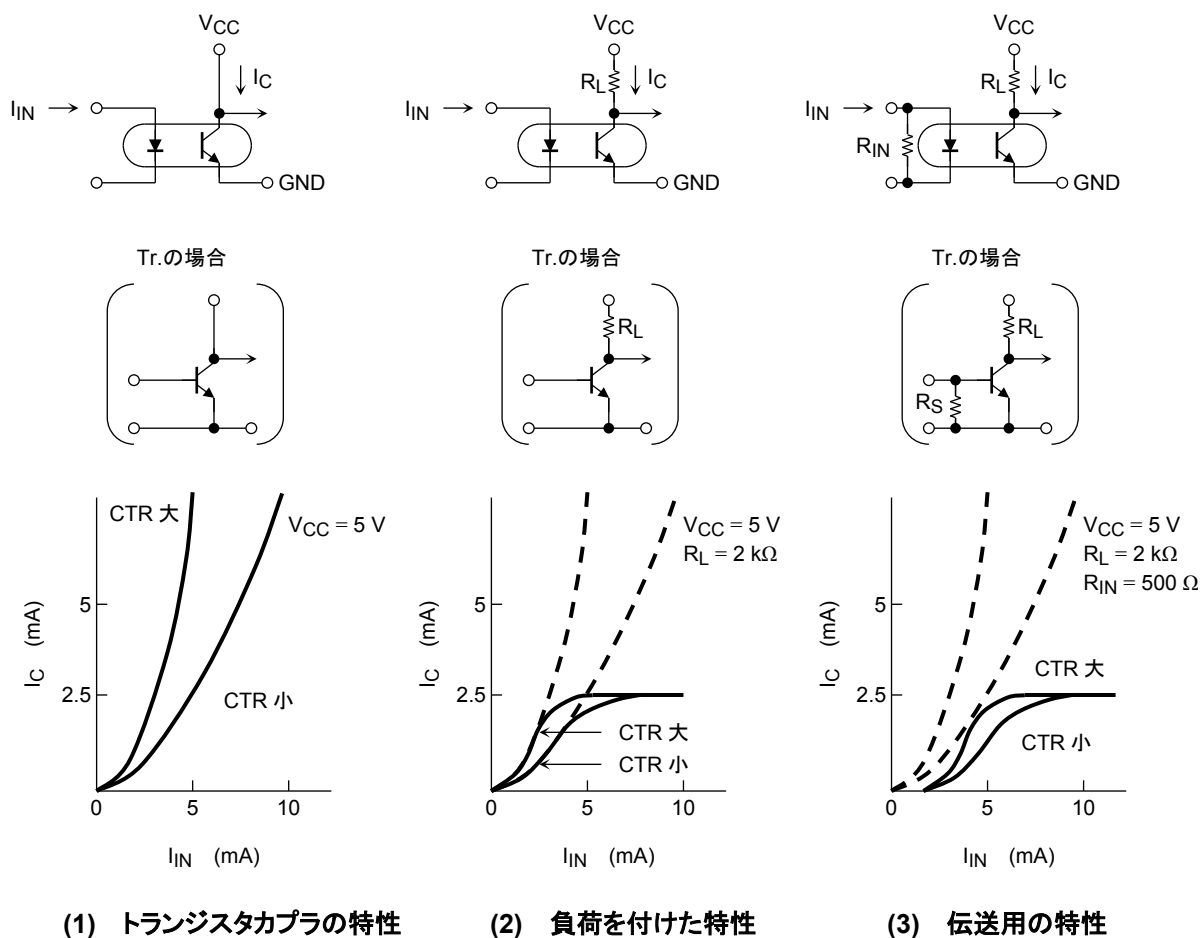

図 2.6 トランジスタカプラの負荷特性例
信号伝送のインタフェースとしての応用には、高感度・高変換効率品が有利になります。一般に伝送ラインには、あらゆるノイズが重畳する危険性があり、受信側での対処が必要です。図 2.6 に示した中では、通常 (2) の設計が多いようですが、伝送用としてはかならずしも適しているとはいえません。同相ノイズに対してはフォトカプラの絶縁性により問題ありませんが、差動ノイズに対してはなんの工夫も施されていないからです。(3) は、差動ノイズを消去する基礎例です。この回路は一般トランジスタのベースエミッタ間に抵抗を挿入したものと同様です。特性グラフから低変換効率品より高変換効率品のほうが、しゃ断領域と飽和領域を接近することができ、きれいなスレッシュホールドレベルが設計できるので、この使い方を推奨します。